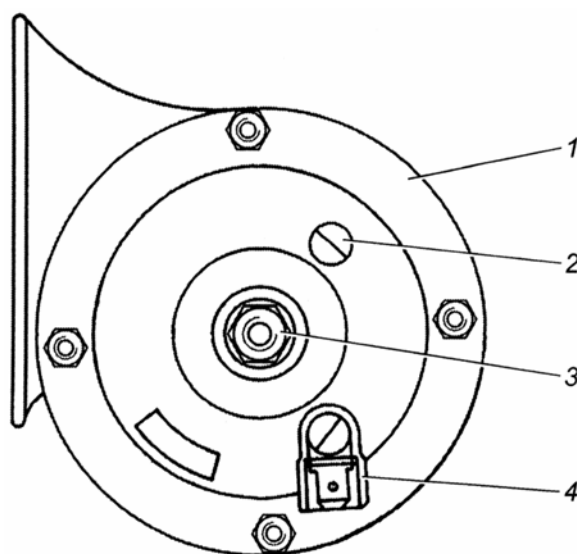

Рис. 8.1.49. Звуковой сигнал: 1 - корпус; 2 - регулировочный винт; 3 - гайка; 4 - клемма
- установить под гайку 3 (рис. 8.1.49) центрального болта технологическую пластину и закрепить пластину с сигналами в тисках;